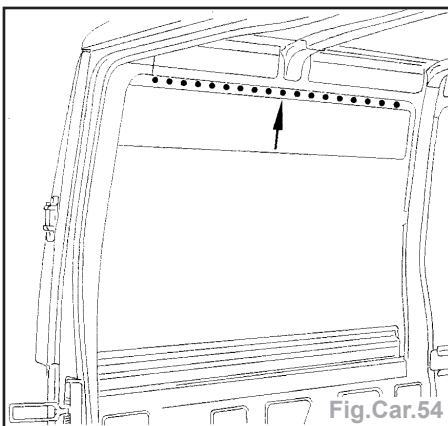

Fig.Car.54
• partie supérieure : souder par points bouchons (Fig.Car.54).